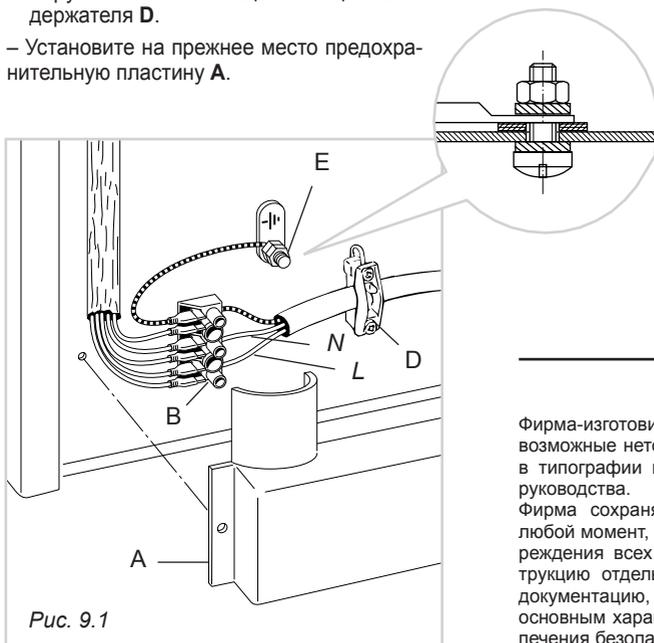

Рис. 9.1
- Открутите винты, прикрепляющие защитную пластину **A** на задней стороне платы (Рис. 9.1).